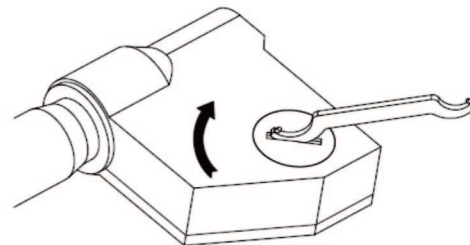

Abb. 3
- » Setzen Sie die Batterieabdeckung zurück und sichern Sie sie durch Drehen im Uhrzeigersinn (Abb. 3).